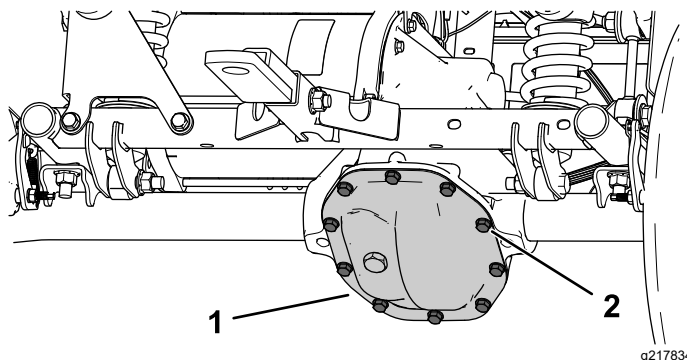

Figura 55
1. Coloque un recipiente de vaciado debajo de la cubierta del transeje (Figura 55).
2. Retire los pernos de la cubierta del transeje y vacíe el fluido completamente (Figura 55).